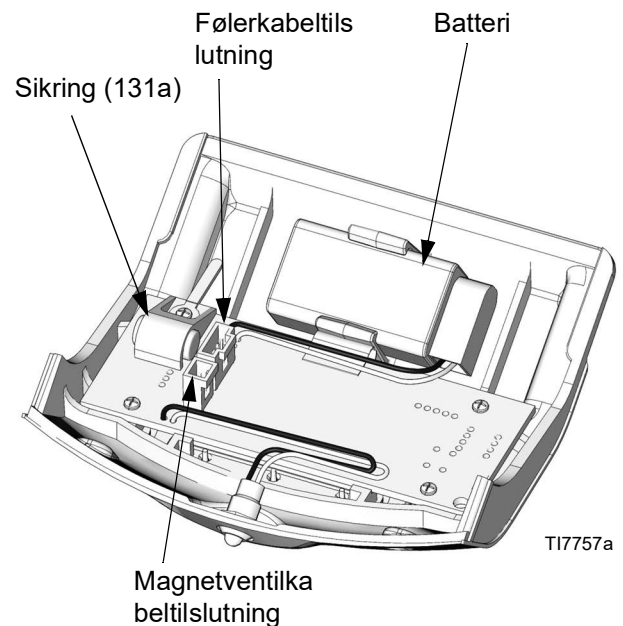

FIG. 5. DataTrak batteri- og sikringsplacering
2. Frakobl den løbskkørende magnetventil og følerens kabler fra modulpanelet. Se FIG. 5.
3. Placer DataTrak modulet (131) et ufarligt sted.